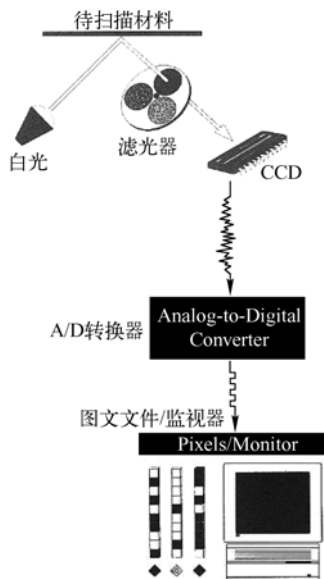

图 2-12 扫描仪工作原理示意图之一
(2) 光学成像部分。光学成像部分包括有光源、光路、镜头和感光元件。图 2-12 所示为扫描仪工作原理示意图之一。